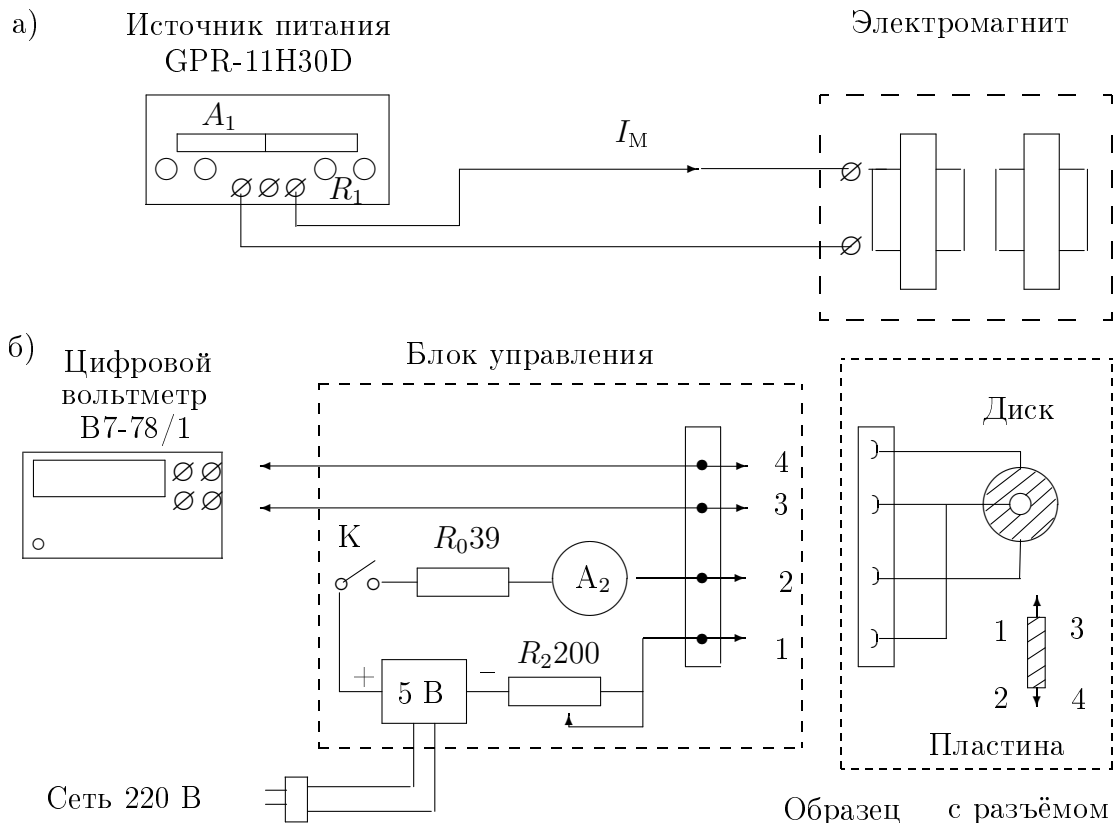

Рис. 1. Схема установки для исследования влияния магнитного поля на проводимость полупроводников
**Экспериментальная установка.** Схема установки для исследования магнетосопротивления полупроводников и геометрического резистивного эффекта представлена на рис. 1.